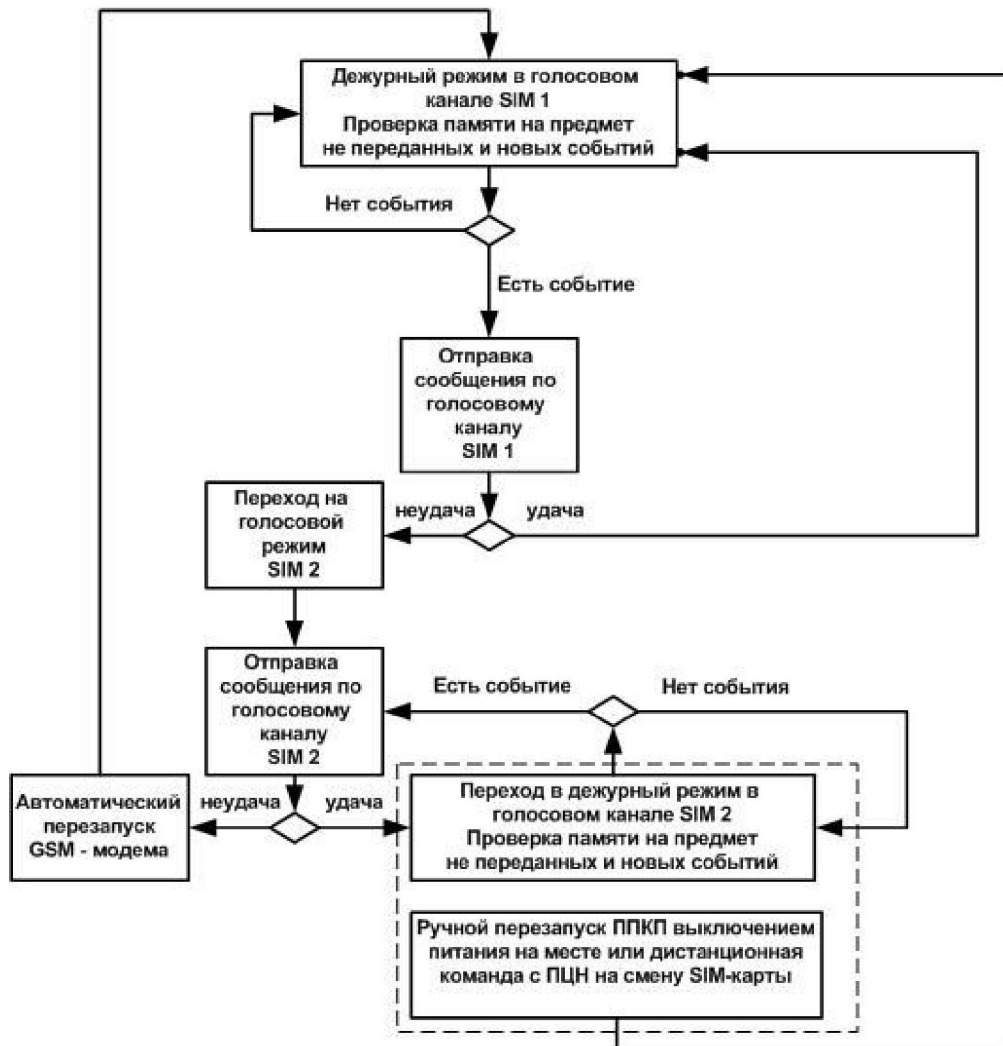

Рисунок 5. Использование голосового канала связи для 2-х SIM-карт
**Вариант В.** ППКП сконфигурирован для передачи сообщений по голосовому каналу и используются обе SIM-карты операторов мобильной связи (см. рисунок 5).